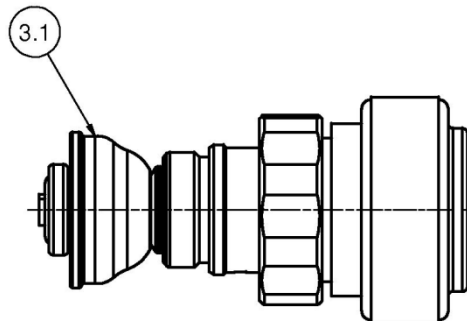

Bild 12 – Ventileinsatz mit umgestülpter Membrane (3.1)
- Ventilkegel (3) mit umgestülpter Membrane (3.1) durch Rechtsdrehung in den Ventileinsatz einschrauben (siehe Bild 12).